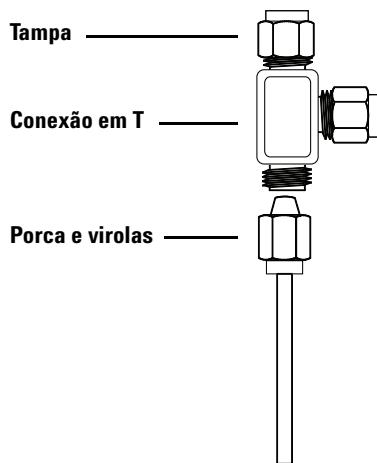

Figura 15 T Swagelok
- 1** Corte a tubulação onde quiser instalar o T. Conecte a tubulação e o T com uma conexão Swagelok. Consulte a Figura 15.